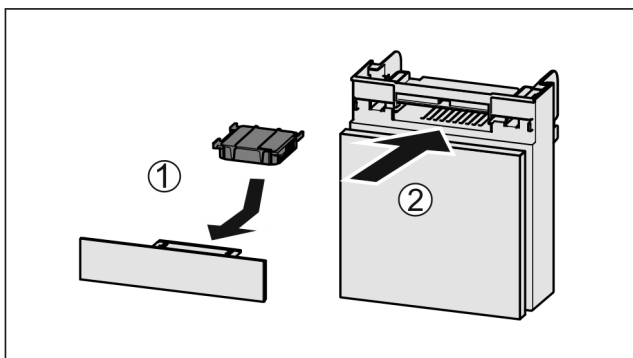

Fig. 136
- ▶ Установите фильтр с активированным углем, как показано на рисунке Fig. 136 (1).
- ▶ Вставьте отделение Fig. 136 (2).